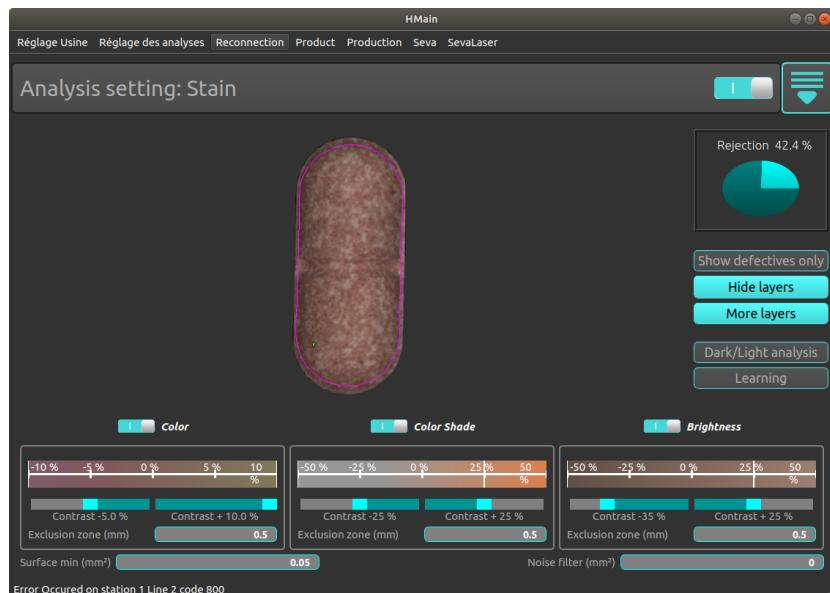

FIGURE 11.1 – IHM analyse taches
- Cliquer sur “Apprentissage”, voir Fig. 11.1